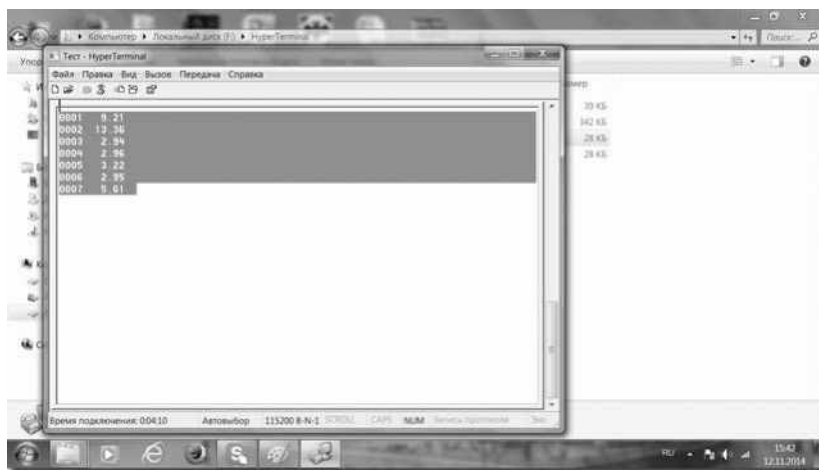

Рис. 26
4.12. Выделив необходимые измерения с помощью компьютерной мыши Вы можете распечатать нужные Вам значения (рис. 26, 27, 28).